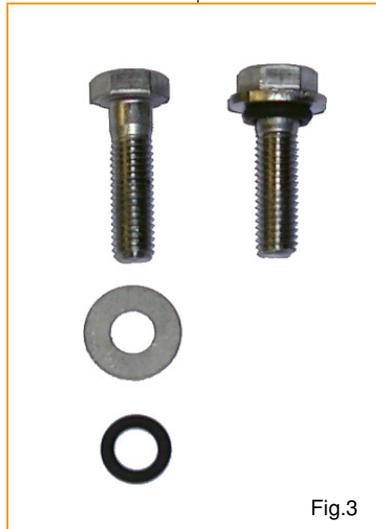

Fig.3
- The valve covers are bolted to the cylinder head via two M8x30 hex bolt as seen in the picture (Fig.3). The small o-rings will avoid any oil leakage in this area.
- Die Befestigung der Deckel am Motor erfolgt mittels der mitgelieferten M8-Schrauben, die wie in der Abbildung (Fig.3) gezeigt, verwendet werden müssen.